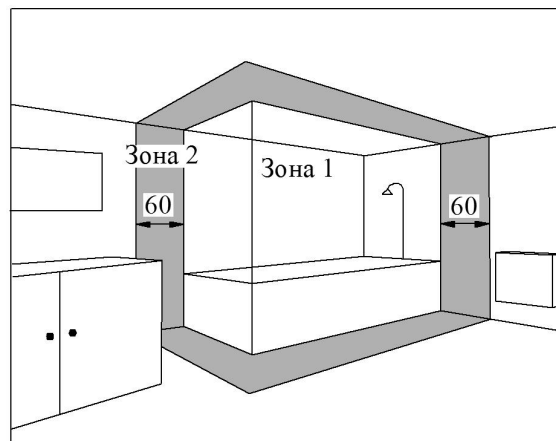

Рис. 4
4.5 Конвектори з виконанням оболонки IP24 допускається встановлювати в приміщеннях з підвищеною вологістю – ванних кімнатах, душових, басейнах (рис. 4). При цьому установка конвектора забороняється: